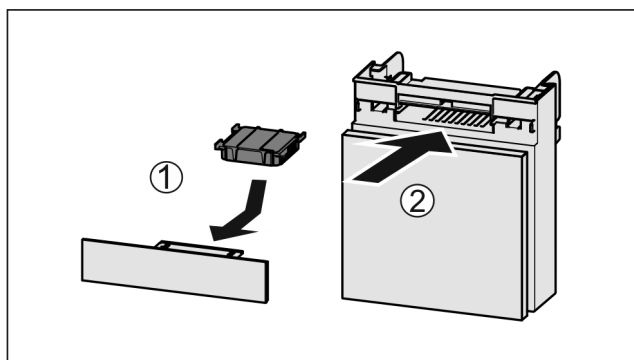

Fig. 219
- Filtr s aktivním uhlím vložte podle vyobrazení Fig. 219 (1).
- Zásuvku zasuňte Fig. 219 (2).